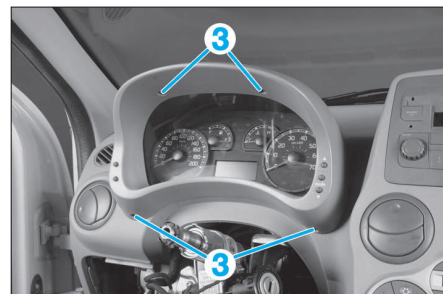

FIG. 37
- Déposer les vis de fixation (3) (Fig.37), puis extraire l'encadrement du combiné d'instrument.